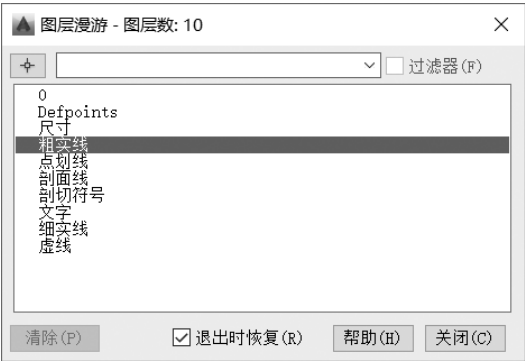

图 4-34 “图层漫游”对话框
4) 按〈Enter〉键返回“图层漫游”对话框，此时，显亮的图层即为两小圆所在的图层“粗实线”，如图 4-34 所示。